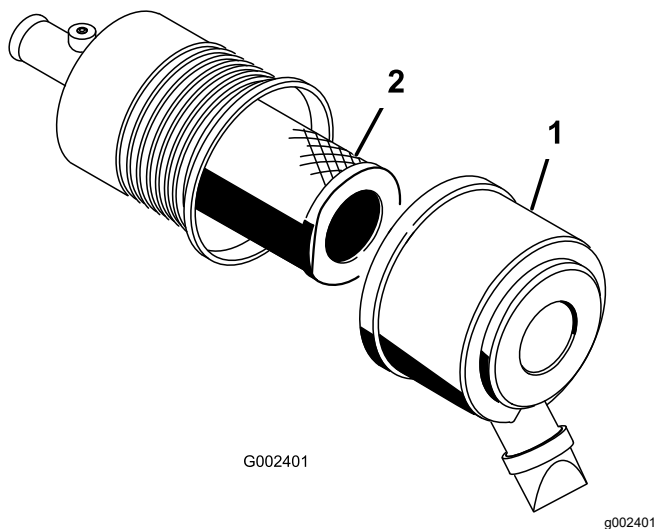

Figura 43
1. Rilasciate i dispositivi di fermo del filtro dell'aria e toglie il coperchio dal corpo del filtro (Figura 43).
3. Estrae il filtro dal corpo del filtro dell'aria (Figura 43).
5. Montate con cautela il filtro sul tubo del corpo (Figura 43).
6. Montate il coperchio del filtro dell'aria con il lato rivolto in alto, quindi fissate i dispositivi di fermo (Figura 43).